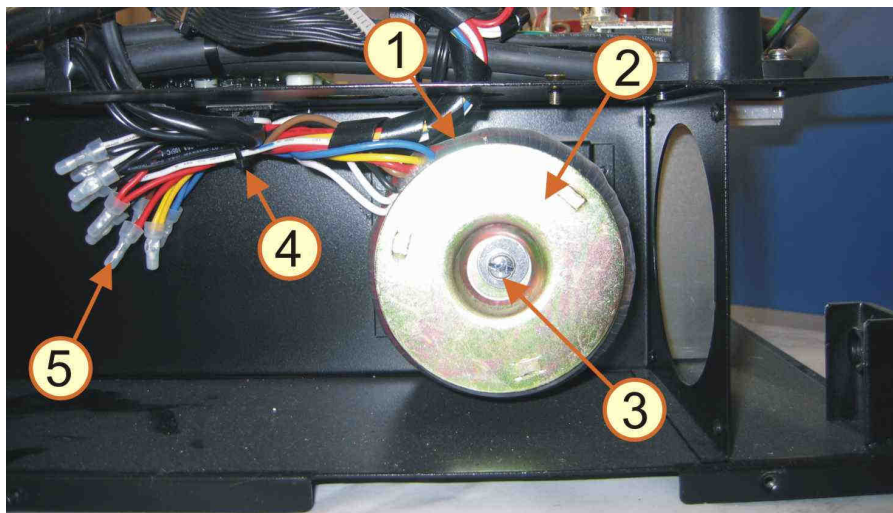

Рис. 6.34.
6.20.1. Выкрутить винт крепления трансформатора 3 и обрезать стяжку 4 (рис. 6.34).
Пояснения к рис. 6.34: